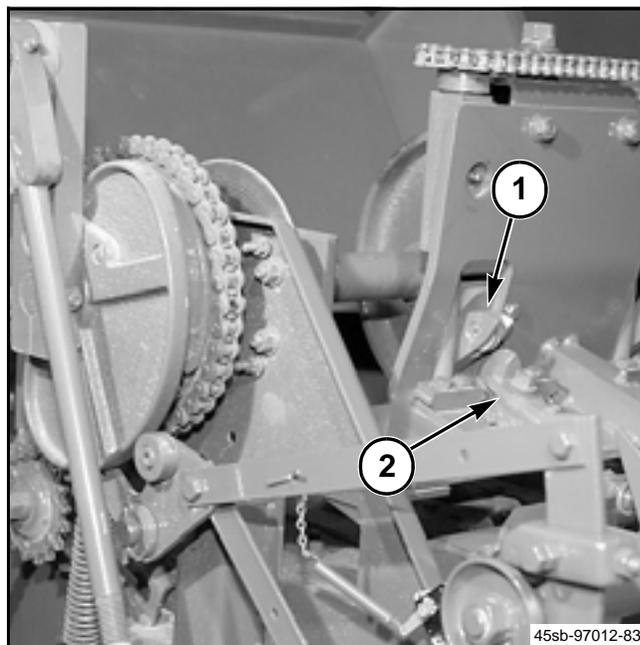

FIG. 80
FIG. 80: Las agujas (1) pasan el cordel alrededor del fardo y lo colocan en el conjunto portacordel (2) para que se pueda formar un amarre. Las agujas deben estar instaladas correctamente y ajustadas para hacer esto.